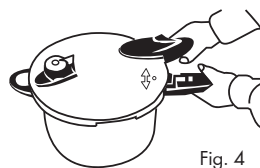

Fig. 4
1. Alinhar o símbolo "●" na tampa (peça 7) com o símbolo "▲" na pega da panela (peça 13) (Fig. 4).